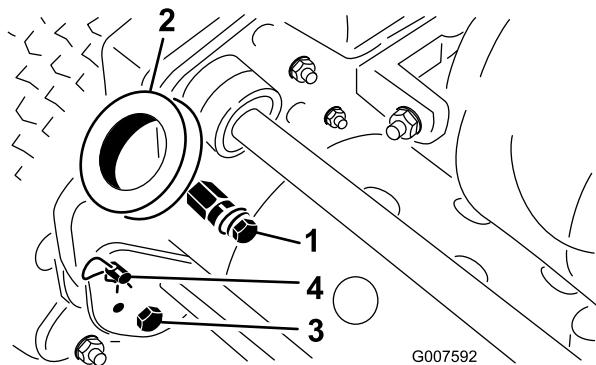

Figura 2
2. Togliete le coppiglie a forcina ed i perni ad anello che fissano i bracci della stegola sul retro dell'intelaiatura (Figura 2).
1. Togliete i bulloni e i dadi di bloccaggio che fissano la base dei bracci della stegola su ciascun lato del tosaerba (Figura 2).
3. Inserite le estremità della stegola nei fori dei bracci della stegola, ed allineate i fori con i perni di montaggio (Figura 2).
1. Togliete le coppiglie a forcina dai perni ad anello situati su ciascun lato del tosaerba (Figura 2).
2. Sostenete la stegola e togliete i perni ad anello da ciascun lato, quindi alzate o abbassate la stegola nella posizione di servizio desiderata (Figura 2).